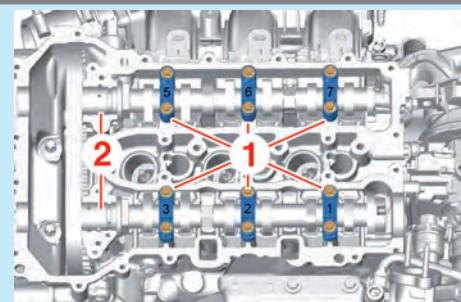

Fig.1
- Déposer (Fig.1) :
- les chapeaux de paliers d'arbres à cames (1),
- les arbres à cames (2).